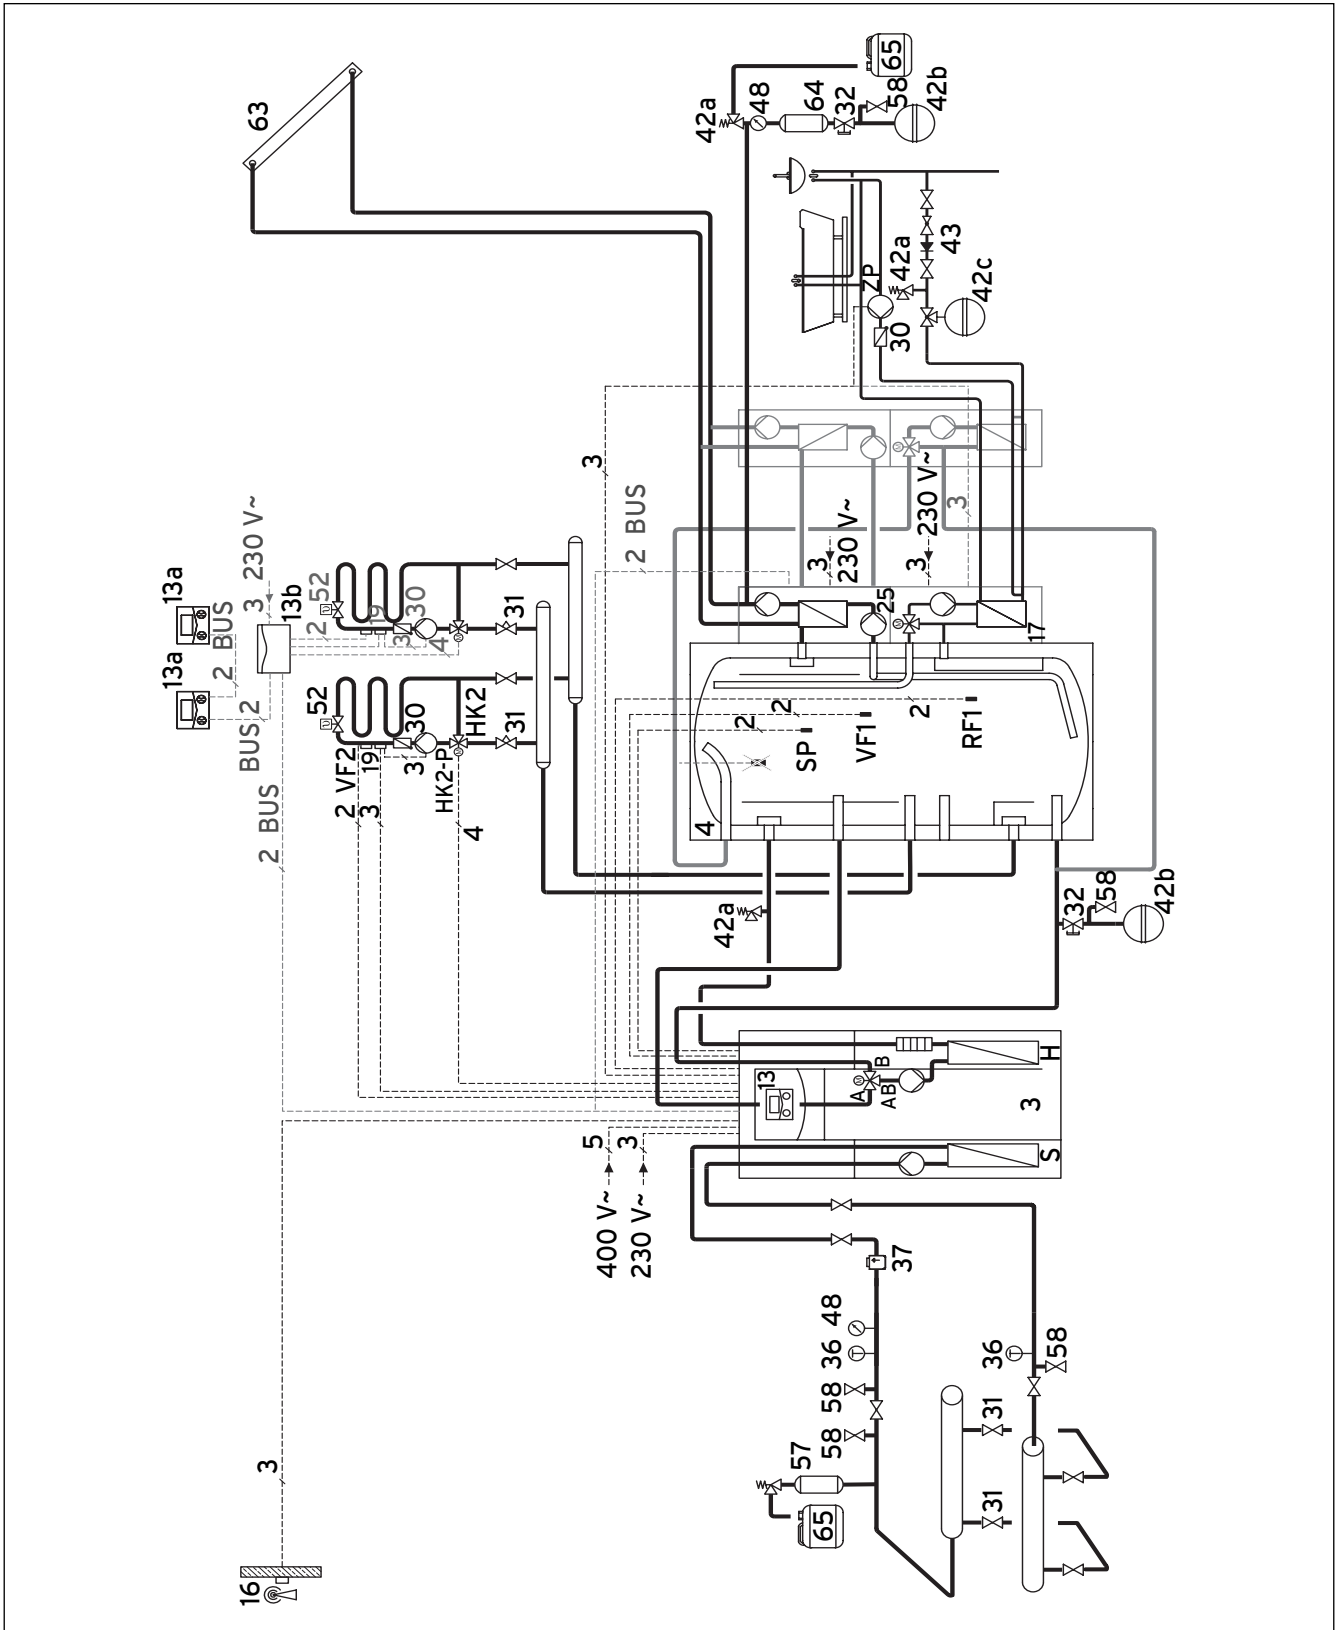

Abb. 3.6 Anschlussschema Wärmepumpe
**Tab. 3.2 Legende zu Abb. 3.6 Anschlussschema Wärmepumpe